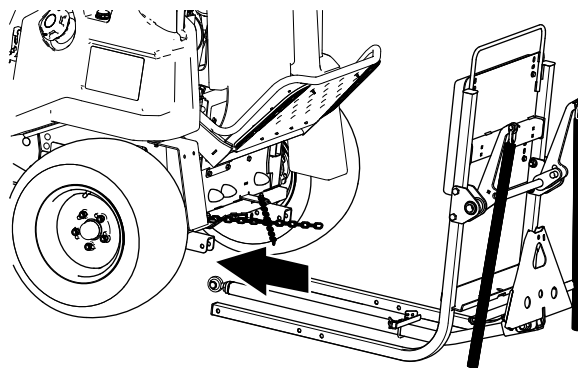

Figura 11
2. Instale la placa de retención en la barra de tracción con una abrazadera y 2 contratuercas con arandela prensada (5/16"), como se muestra en la **Figura 11**.
3. Sitúe el bastidor de elevación del aparo trasero debajo de la máquina (Figura 11).